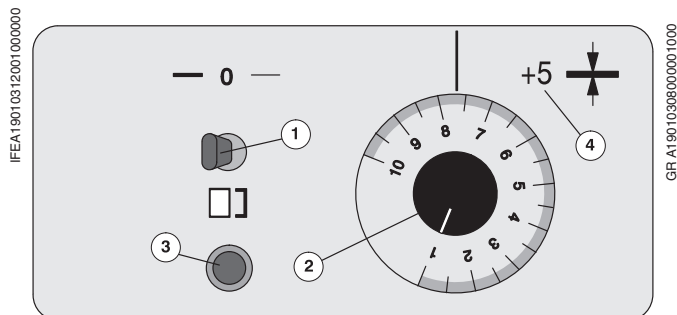

Рис. 20 Настройка датчиков двойного листа
- ❸ Установить тумблер датчиков двойного листа (Рис. 20/❶) на толстую или тонкую бумагу.
- ❹ Вращать поворотную ручку (Рис. 20/❷) влево до тех пор, пока не загорится лампочка (Рис. 20/❸).
- ❺ Вращать поворотную ручку (Рис. 20/❷) вправо до тех пор, пока лампочка не погаснет.
- ❻ Повернуть ручку еще на 5 делений, как это показано на Рис. 20/❹, например, лампочка гаснет в позиции "7,7", в этом случае поворотную ручку следует довернуть до отметки "8,2".
- ❼ Нажать дважды на кнопку *Датчик двойного листа - позиционирование*; лист транспортируется на приемку.
- ❽ При повторном нажатии на кнопку перед выгрузкой листа, машину можно остановить, например, для того, чтобы произвести регулировку направляющих колец барабана на приемке. После этого нажать два раза кнопку *Датчик двойного листа - позиционирование*; лист выводится на приемку.